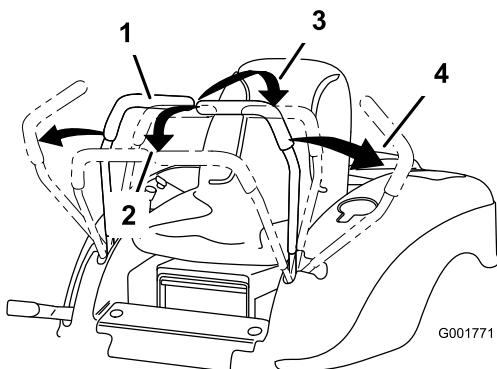

Figure 11
2. Pour vous déplacer en marche avant, poussez doucement les leviers de commande de déplacement vers l'avant (Figure 11).
Pour vous déplacer en ligne droite, appliquez une pression égale sur les deux leviers de déplacement (Figure 11).
Pour tourner, relâchez le levier de commande correspondant à la direction que vous voulez prendre (Figure 11).
- Pour vous déplacer en marche arrière, tirez doucement les leviers en arrière (Figure 11).